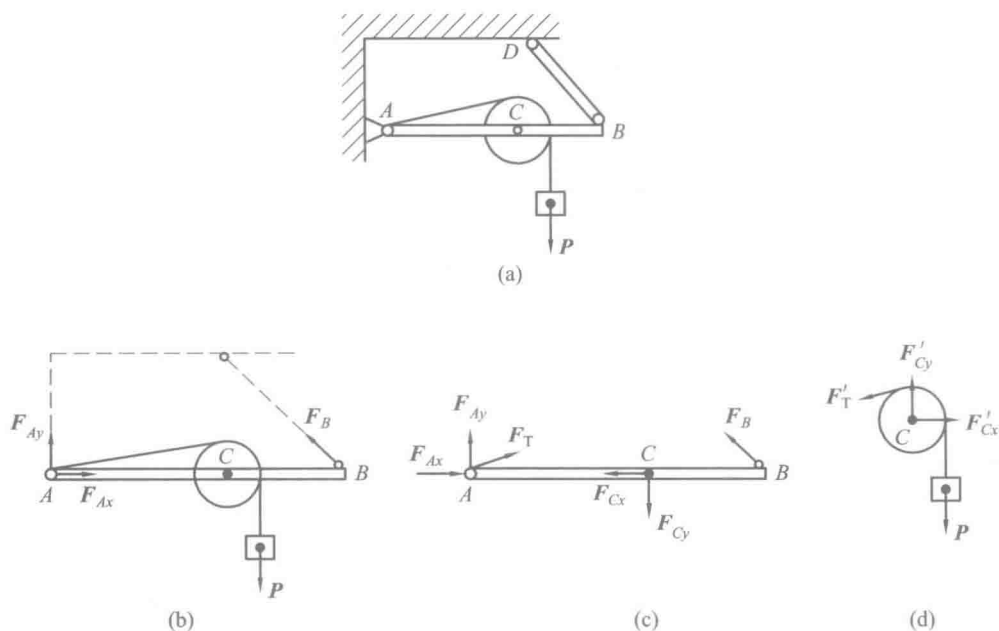

图 1.10
例 1.4 画出图 1.10(a)所示物系整体及各个物体的受力图。未画重力物体不计自重, 所有接触处均光滑。
解 (1) 整体受力分析如图 1.10(b)所示: 先画主动力 P , 再画反力, 整体与周围物体有两个接触点, A、B 均为固定铰链约束, A 点反力方向不能确定, 用一对正交力表示。
(2) AB 梁受力分析如图 1.10(c) 所示: AB 周围有四个约束, A 点有两个约束, 固定铰链和绳索, 固定铰链的反力与整体保持一致, 柔体约束反力, 沿绳离开物体; C 点固定铰链约束, 方向未确定, 用一对正交力表示。 B 点的反力与整体保持一致。
(3) 轮 C 和物块的受力分析如图 1.10(d) 所示: 先画主动力 P , 再画反力, 与周围约束有绳索和 C 点的固定铰链, 绳索的反力与图 1.10(c) 中绳索的反力方向相反, 互为作用力和作用反力, C 点的反力与图 1.10(c) 中 C 点的反力方向相反, 互为作用力和反作用力。